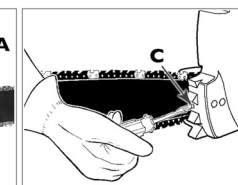

Fig. 5B
2. Le réglage de la chaîne s'effectue tout simplement en tournant le bouton (B) dans le sens des aiguilles d'une montre. Pour desserrer la chaîne, tourner le bouton dans le sens inverse. (Fig. 5B)